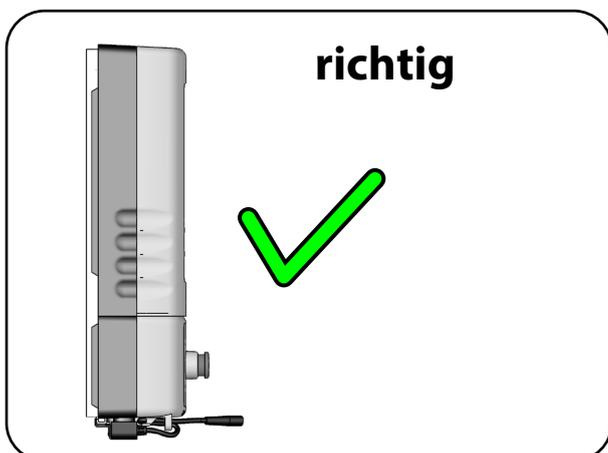
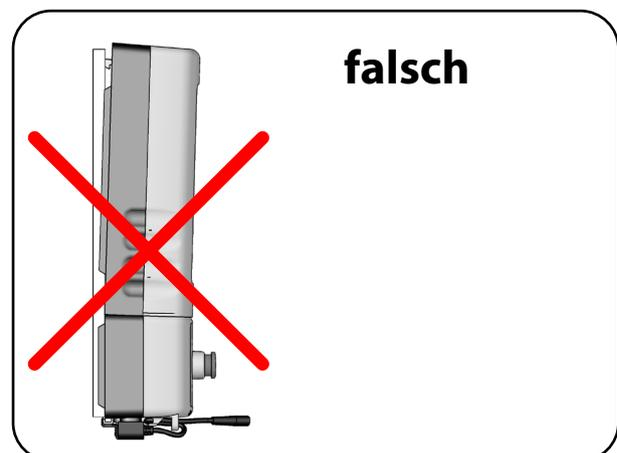

Abbildung 51
Abbildung 52
3. Zum Einsetzen verfahren Sie in der umgekehrten Reihenfolge. Achten Sie darauf, dass der Entriegelungshebel in der Montageschiene einrastet und der Akkupack an der Montageschiene fest anliegt (Abbildung 51 und Abbildung 52).